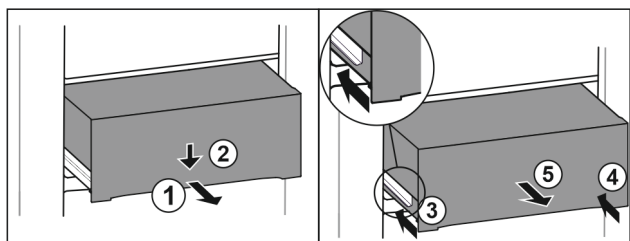

Fig. 82
- ▶ Vytiahnite zásuvku do polovice. Fig. 82 (1)
- ▶ Zatlačte zásuvku na prednej strane smerom nadol. Fig. 82 (2)
- ▶ Zasuňte ľavú koľajničku o cca 2 cm. Fig. 82 (3)
- ▶ Zasuňte pravú koľajničku o cca 2 cm. Fig. 82 (4)
- ▶ Odoberte zásuvku dopredu. Fig. 82 (5)